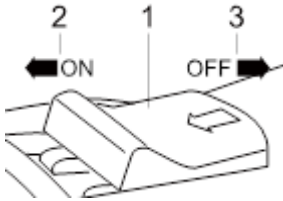

Рис. 3.1 Модель
3. Установите выключатель в положение «ON» (1, рис. 3.1), чтобы включить машину
4. Чтобы зафиксировать режим включенного двигателя, сдвиньте выключатель «ON/OFF» (1, рис. 3.1) вперед и вдавите фронтальный выступ (2, рис. 3.1) в корпус оборудования.
5. Для выключения УШМ нажмите на тыльную сторону выключателя (3, рис. 3.1).